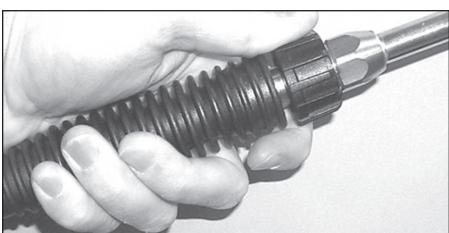

Figura 6 – Conecte la lanza a la pistola
6. Conecte la lanza a la pistola (Vea la Figura 6).